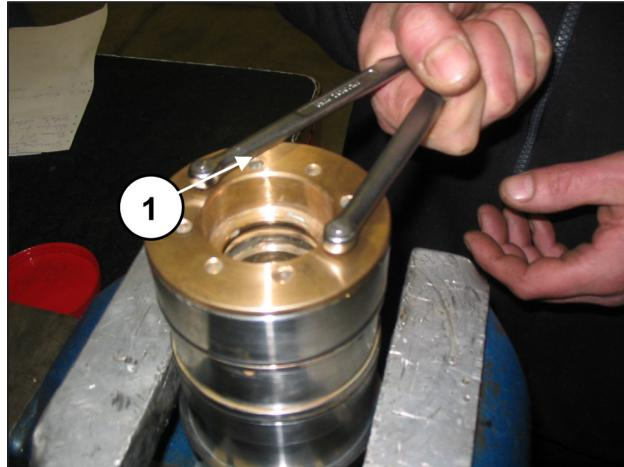

Fig. 169
Separar el soporte de las juntas de la camisa utilizando una llave de compás con pivotes redondos Ø5, a la venta en tiendas, (pos. ①, Fig. 169) y desenroscar el soporte hasta extraerlo (pos. ②, Fig. 170).